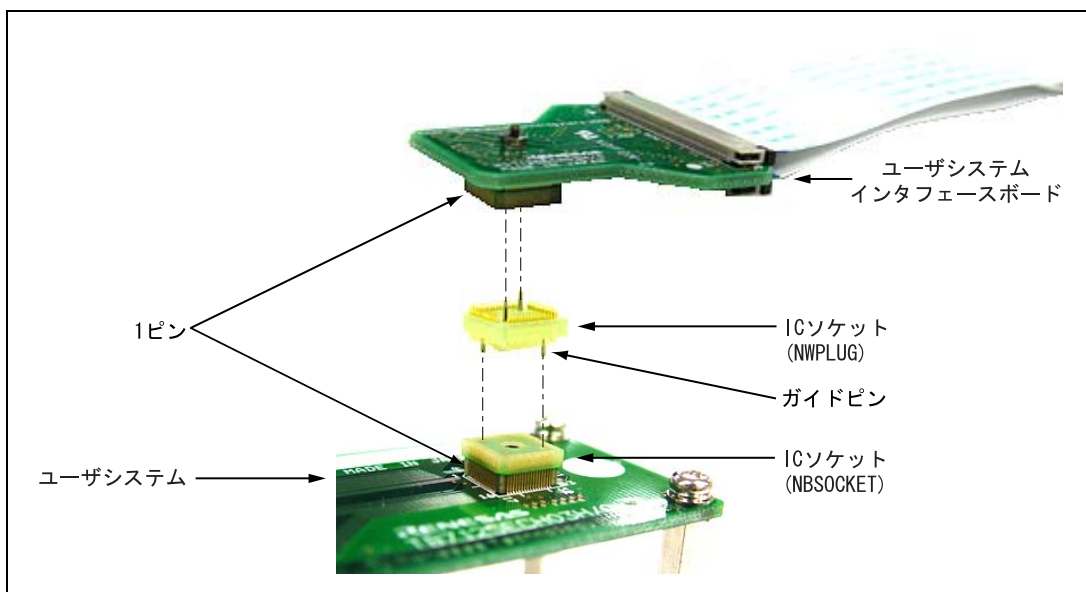

図 2.5 ユーザシステムへの接続
2. NWPLUGをユーザシステム上のNBSOCKETに差し込みます。NWPLUGはソケットの4隅にガイドピンがあります。NBSOCKETとの接続時には1ピン及びその対角位置の穴とガイドピンが合うように差し込んでください。（図2.5参照）
3. ユーザシステムインタフェースボードを、NWPLUGに1ピンの位置を確認した上で差し込みます。ユーザシステムインタフェースボードに実装されているICソケットの1ピン位置は切り欠きのある角となります。(図2.5参照)